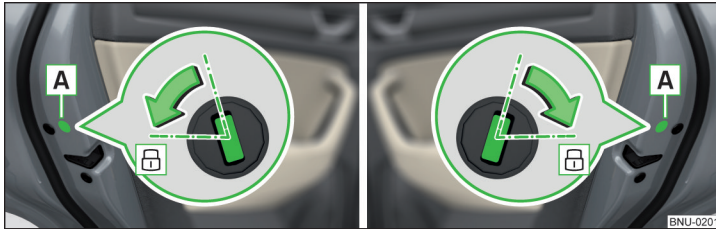

Abb. 257 Tür links / Tür rechts
- › Bei Fahrzeugen mit der Blende **A** diese Blende entfernen » Abb. 257.